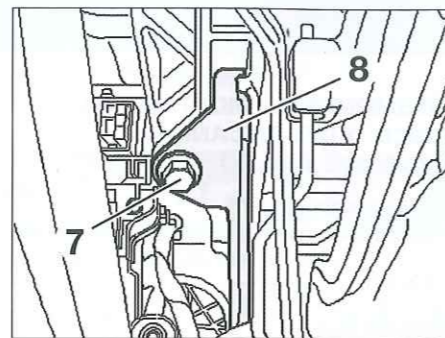

Fig. 7
- Desmontar los tornillos de fijación (7) del refuerzo (8) (Fig.7).